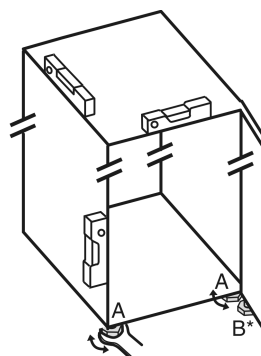

Fig. 46
- ▶ Extrageți prin rotire picioarele reglabile Fig. 46 (A) cu cheia fixă atașată și cu ajutorul unei nivele cu apă, până când aparatul este fix și aliniat plan.
- ▶ Extrageți prin rotire piciorul reglabil Fig. 46 (B) de la suportul de lagăr cu cheia fixă atașată, până când acesta atinge solul.
- ▶ Rotiți în continuare piciorul reglabil Fig. 46 (B) cu maxim 90°, pentru a evita o deteriorare a ușii.